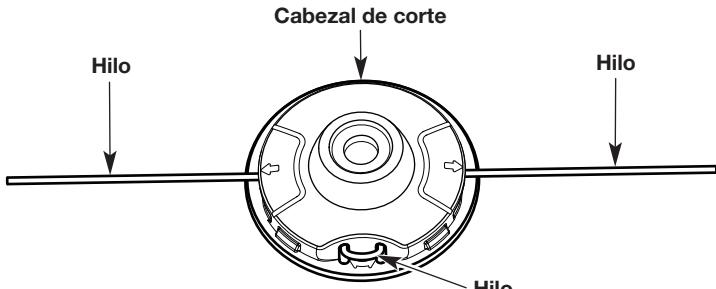

Fig. 13
4. Tire de los extremos del hilo hasta que quede tenso contra el cabezal de corte. Asegúrese de que los extremos del hilo sean de igual longitud (Fig. 13). Si un extremo es más largo que el otro, empuje el extremo más largo nuevamente a través del cabezal de corte parcialmente y tire del extremo más corto hacia afuera. De ser necesario, repita el proceso hasta que ambos extremos sean de igual longitud.
5. Presione el hilo de recorte expuesto entre los orificios circulares hasta que se extienda de plano contra el cabezal de corte (Fig. 13).